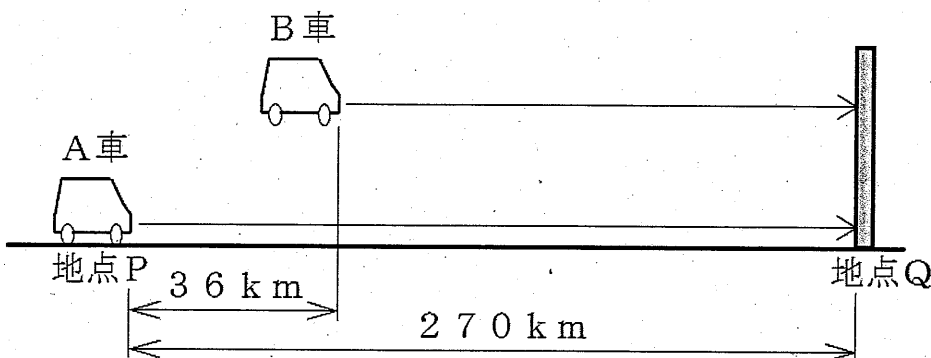

図5
- 4 図5のように地点Qに向かって同一方向に走行する2台の自動車A、Bがある。午前10時00分にA車が地点Pから72[km/h]の一定の速さで走行し、270[km]離れた地点Qに向かった。後の(1)、(2)の問いに答えなさい。